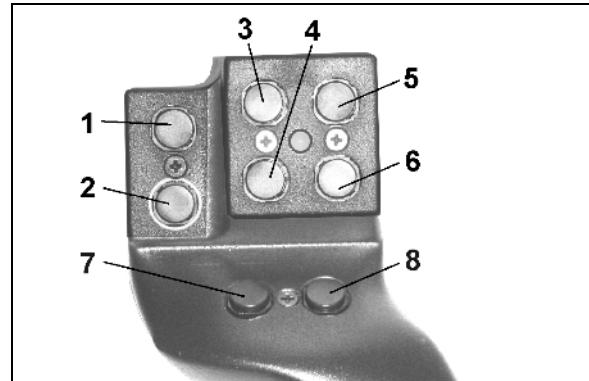
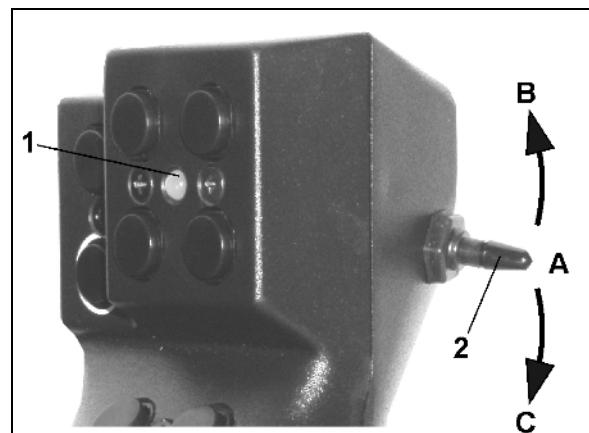

Fig. 112
Fig. 113
For betjening av maskinen er multifunksjonsspaken (Fig. 112) utstyrt med 8 taster (1 - 8). I tillegg kan man ved hjelp av brytere (Fig. 113/2) endre konfigurasjon av tastene i tre ulike modi.
- midstilling (Fig. 113/A) og kan stilles
- oppover (Fig. 113/B) eller
- nedover (Fig. 113/C).
Bryterstillingen vises i form av en LED-lampe (Fig. 113/1).